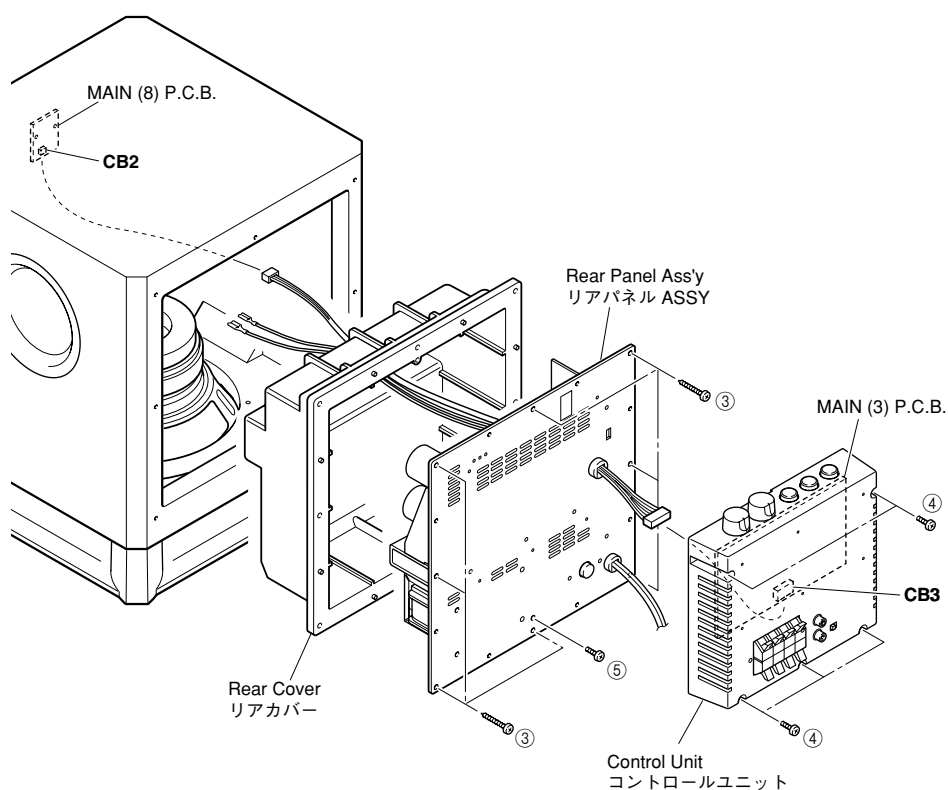

Fig. 2
- Remove 8 screws (③). (Fig. 2)
- * Screws (③) are identified with arrow marks (◀).
- Pull out the rear panel ass'y. (Fig. 2)
- Disconnect the connector (CB2) connected to the MAIN (8) P.C.B. (Fig. 2)
- Remove 5 screws (④). (Fig. 2)
- Remove the Control Unit from the Rear panel. (Fig. 2)
- Disconnect the connector (CB3) connected to the MAIN (3) P.C.B. (Fig. 2)
- Remove 1 screw (⑤). (Fig. 2)
- * Screws (⑤) are identified with arrow marks (◀).
- Remove the Rear Cover. (Fig. 2)
- ③のネジ8本を外します。(Fig. 2)
- ※ 取り外す③のネジには矢印(◀)が印刷されています。
- リアパネルASSYを引き出します。(Fig. 2)
- MAIN (8) P.C.B.に接続されているコネクタ(CB2)を外します。(Fig. 2)
- ④のネジ5本を外します。(Fig. 2)
- コントロールユニットをリアパネルから取り外します。(Fig. 2)
- MAIN (3) P.C.B.に接続されているコネクタ(CB3)を外します。(Fig. 2)
- ⑤のネジ1本を外します。(Fig. 2)
- ※ 取り外す⑤のネジには矢印(◀)が印刷されています。
- リアカバーを取り外します。(Fig. 2)